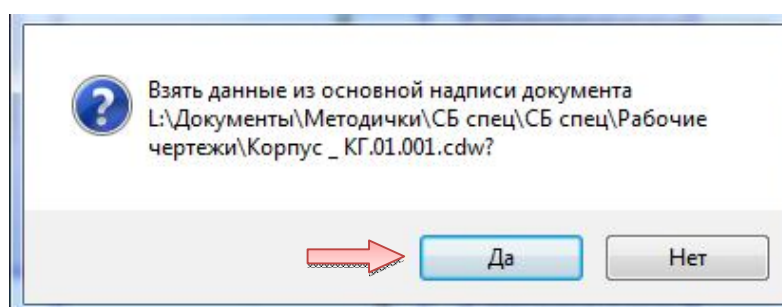
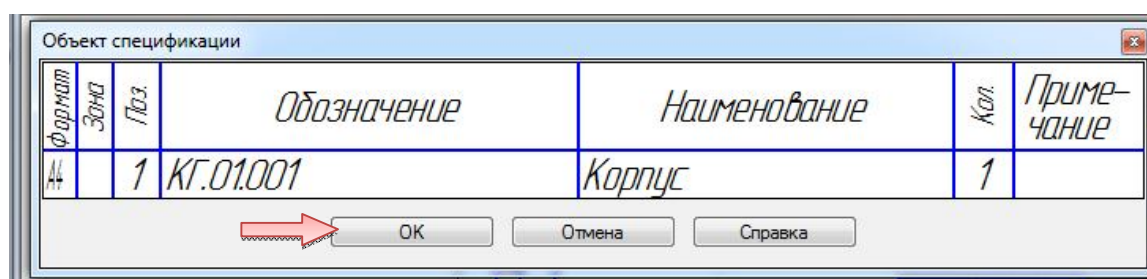

Рис. 2.35. Подтверждение передачи данных из основной надписи рабочего чертежа «Корпус» в спецификацию
Рис. 2.36. Автоматическое заполнение строки спецификации для детали «Корпус»
- Подтвердите передачу данных из основной надписи документа (рис. 2.35). Система возьмет данные из основной надписи документа и составит из них текстовую часть объекта спецификации (рис. 2.36).